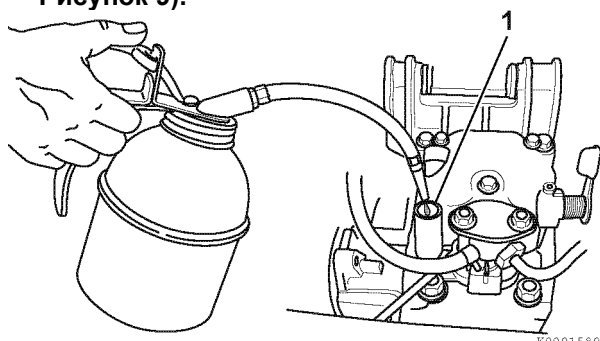

Рисунок 9
2. Добавить 2 см3 моторного масла в маслозаливное отверстие (**позиция 1, Рисунок 9**).